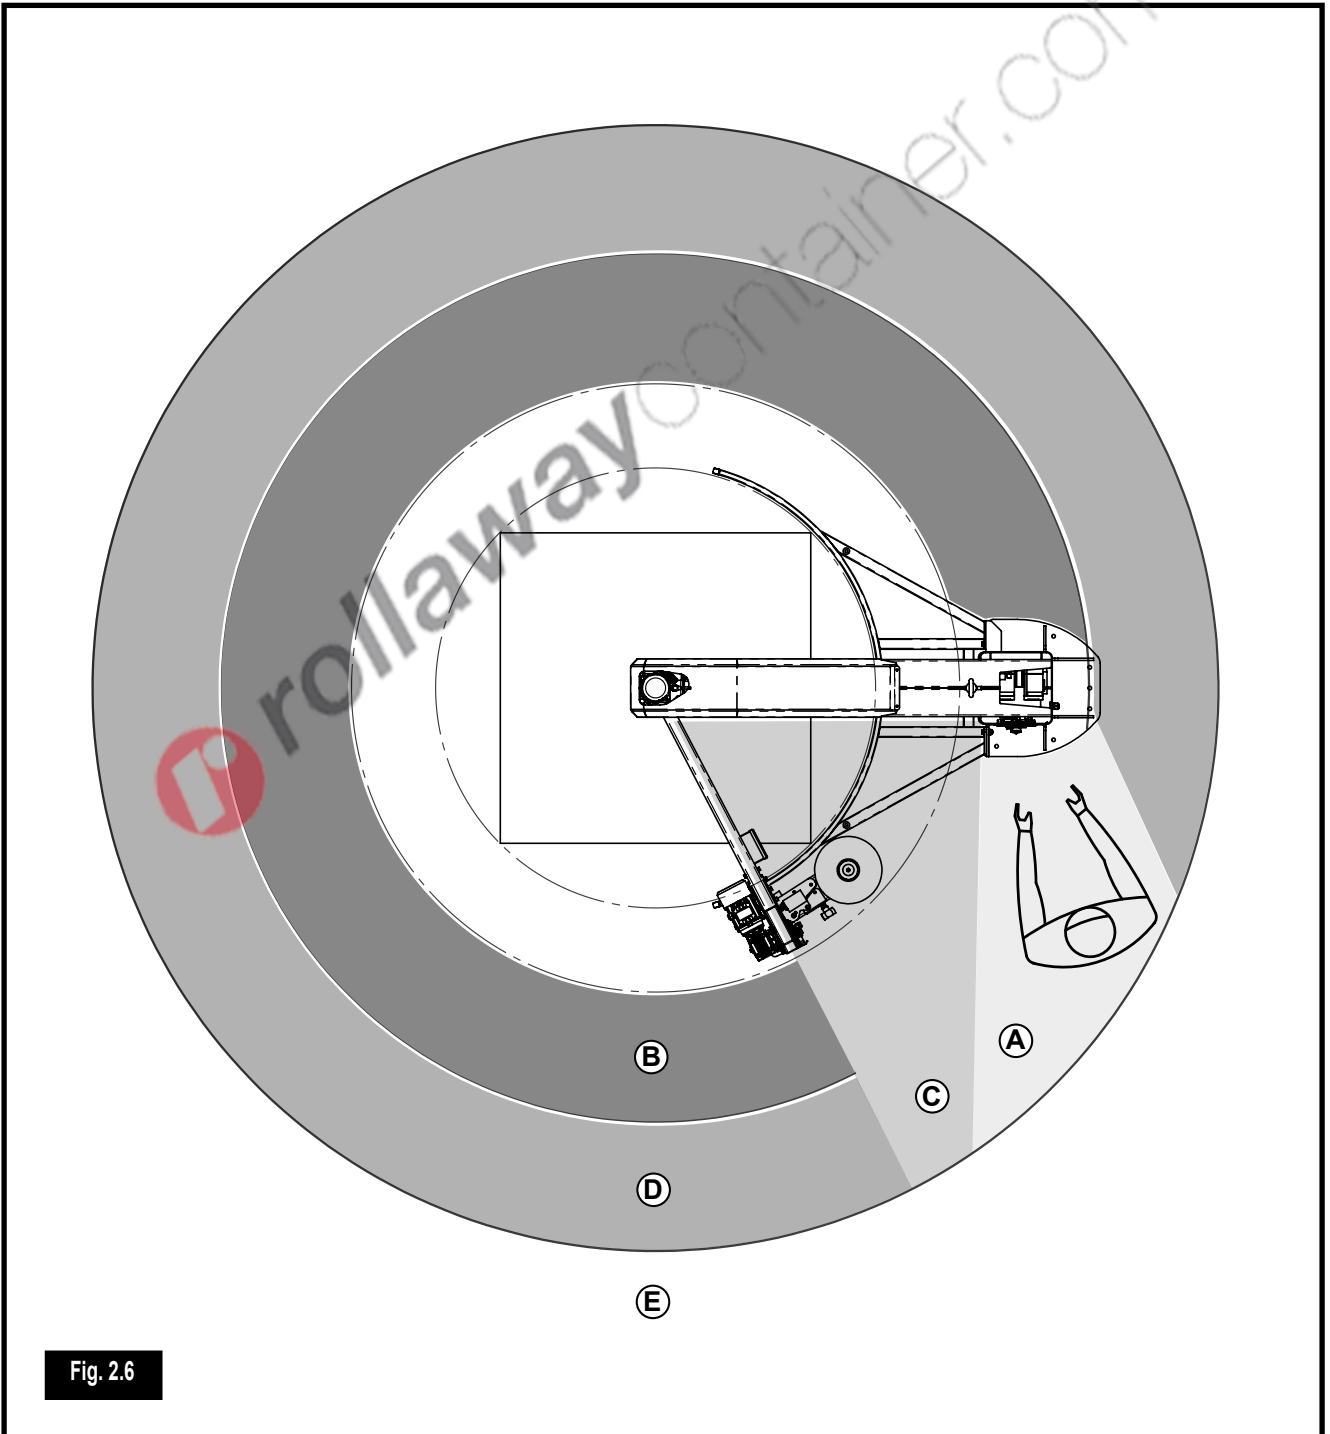

Fig. 2.6
**POSTAZIONE A** - Area di comando - Fig. 2.6
L'area di lavoro **B** (Fig. 2.6) all'interno della quale opera la macchina per la fasciatura dei prodotti deve rimanere sgombrata da ogni genere di ostacolo. Durante il ciclo automatico di lavoro quest'area è interdetta a personale estraneo.
**POSTAZIONE C** - Area di manutenzione - Fig. 2.6
L'area di sorveglianza **D** (Fig. 2.6) è presenziabile unicamente dall'operatore e deve essere occupata da questi per il controllo del ciclo automatico di lavoro.
L'area a libera circolazione **E** (Fig. 2.6) non pone vincoli di sosta o transito a personale estraneo anche quando il ciclo di lavoro della macchina è in esecuzione.
**POSTE A** - Zone de commande - Fig. 2.6
La zone de travail **B** (Fig. 2.6) à l'intérieur de laquelle opère la machine pour le banderolage des produits doit être dégagée de tout obstacle. Durant le cycle automatique de travail, l'accès à cette zone est interdit à toute personne non autorisée.
**POSTE C** - Zone de commande - Fig. 2.6
Seul l'opérateur est autorisé à entrer dans cette zone de surveillance **D** (Fig. 2.6). Il doit s'y trouver pour contrôler le cycle automatique de travail.
La zone de libre circulation **E** (Fig. 2.6) n'impose pas de contraintes quant au stationnement ou au passage de personnes non autorisées, même lorsque le cycle de travail de la machine est en cours.